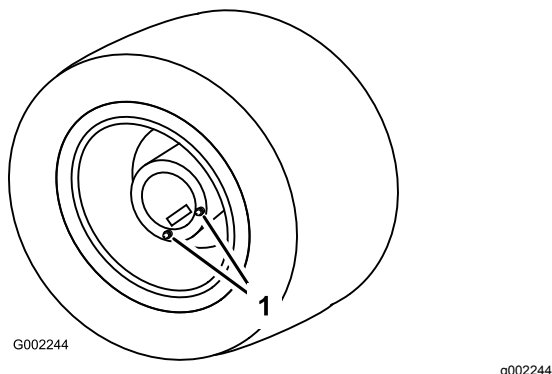

Figura 80
1. Coloque o pulverizador numa superfície nivelada com as rodas traseiras na posição de drenagem (Figura 80).
3. Coloque um recipiente debaixo dos tampões de escoamento e retire-os da roda (Figura 80).